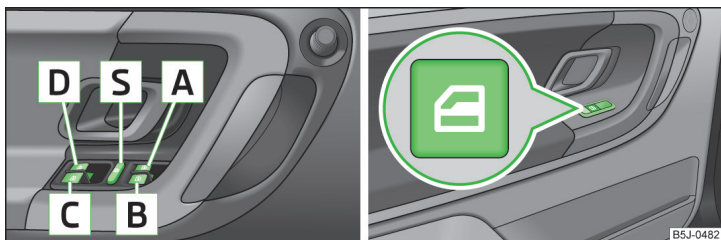

Abb. 37 Tasten in der Fahrertür / in den hinteren Türen
- Werden auf den Rücksitzen Personen, die nicht völlig selbstständig sind, z. B. Kinder, befördert, wird empfohlen, die elektrischen Fensterheber der hinteren Türen außer Funktion zu setzen (Sicherheitsschalter) **S** » Abb. 37 auf Seite 56.
- Wenn die Zündung ausgeschaltet wird, lassen sich die Fenster noch für ca. 10 Minuten öffnen oder schließen. Nach dem Öffnen der Fahrer- oder Beifahrertür können die Fenster nur mit der Taste **A** » Abb. 37 auf Seite 56 bedient werden.
Tasten der Fensterheber » Abb. 37.
Durch Drücken des Sicherheitsschalters **S** » Abb. 37 können die Tasten der Fensterheber in den hinteren Türen außer Funktion gesetzt werden. Durch wiederholtes Drücken des Sicherheitsschalters **S** sind die Tasten der Fensterheber in den hinteren Türen wieder funktionsfähig.
- › Die Taste  » Abb. 37 auf Seite 56 in der Öffnungsstellung halten.
- › Die Taste  » Abb. 37 auf Seite 56 in der Schließstellung halten.